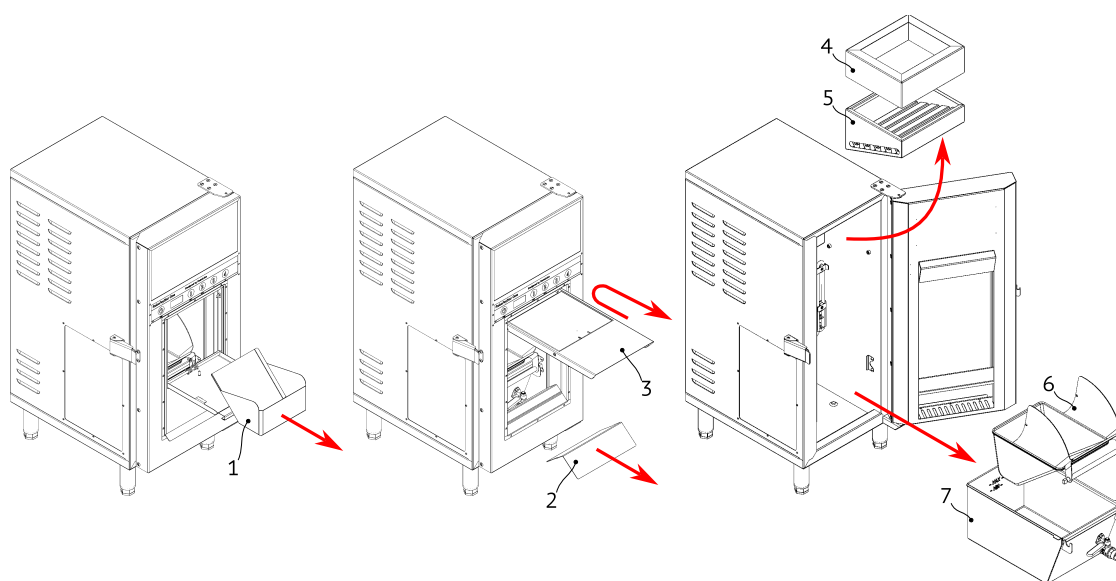

Рисунок 5
4. Потяните рукоятку открытия загрузочного лотка и отсоедините лоток (1). Поднимите заслонку (3), вытащите уголок-отражатель (2) или кронштейн с лотком приёмным; затем толкните заслонку внутрь, приподнимите, и вытащите заслонку, см. Рис. 5.
5. Вытащите фильтр лабиринтный (4) и кассету фильтра комбинированного (5). Вытащите бумажный и угольный фильтр из кассеты.
6. Вытащите корзину (6).
8. Вытащите ванну (7).